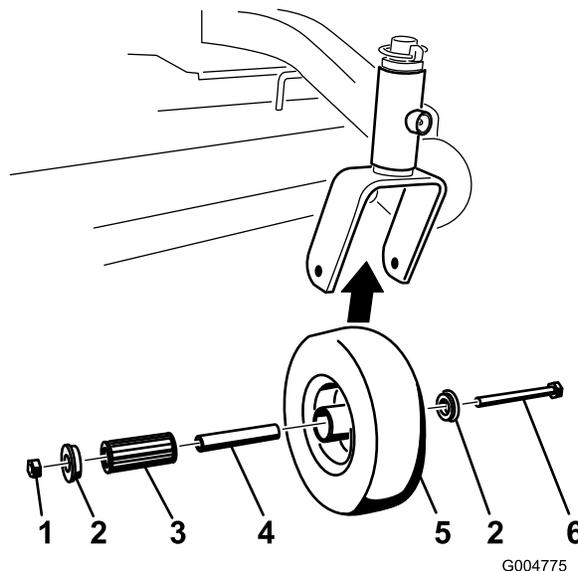

Figure 34
- Enlevez le contre-écrou et le boulon de fixation de la roue pivotante à la fourche (Figure 34).
- Enlevez 1 bague, puis sortez la douille pour clé et le roulement à rouleaux du moyeu de roue (Figure 34).
- Enlevez l'autre bague du moyeu, puis nettoyez la graisse et les saletés éventuellement présentes dans le moyeu (Figure 34).
4. Examinez l'usure du roulement à rouleaux, des bagues, de la douille pour clé et de l'intérieur du moyeu ; remplacez les pièces usées ou défectueuses (Figure 34).
6. Mettez la deuxième bague dans le moyeu (Figure 34).
8. Serrez le contre-écrou jusqu'à ce que la base de la douille pour clé soit en appui contre l'intérieur de la fourche (Figure 34).